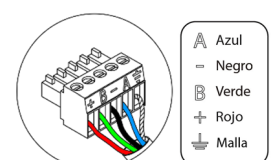

Fig. 46
Para la conexión al bus de conexión Airzone de la central (3) dispone de 1 borna de 5 pines. Fije los cables con los tornillos de la borna respetando el código de colores (Fig. 46).